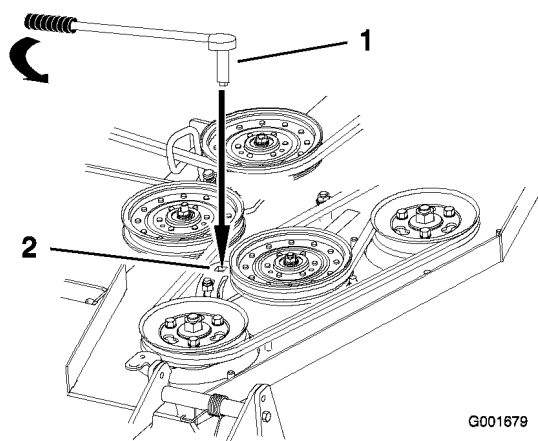

Figure 47
7. Insérez une douille courte avec manche à rochet ou une barre de levier dans le trou carré du bras de la poulie de renvoi fixe (Figure 47).